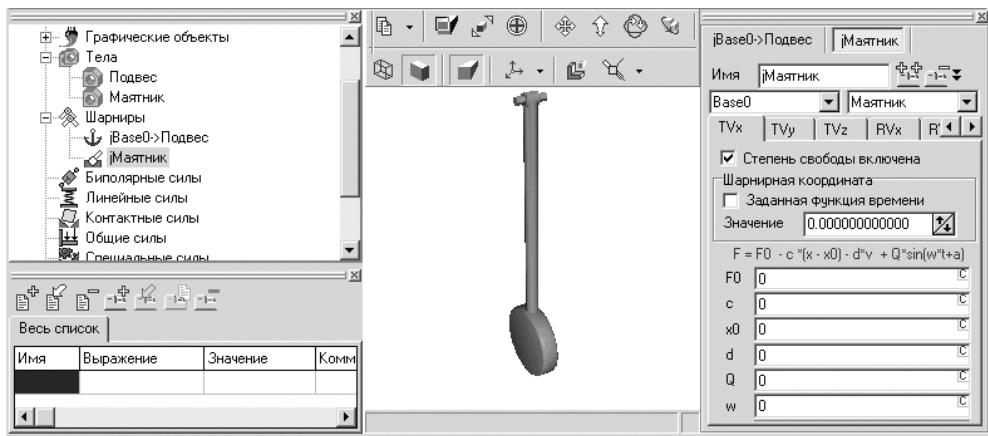

Рис. 1.21. Фрагмент главного окна системы **Универсальный механизм** после создания шарнира для тела **Маятник**
- щелкните во всплывающем меню по пункту **Создать шарнир**. В окне **Список элементов** в раскрытом списке **Шарниры** появится шарнир **Маятник** с пиктограммой перед ним – **Шесть степеней свободы**. В **Анимационном** окне появится тело **Маятник**. В окне **Инспектор** появятся данные по только что введенному шарниру, см. рис. 1.21.